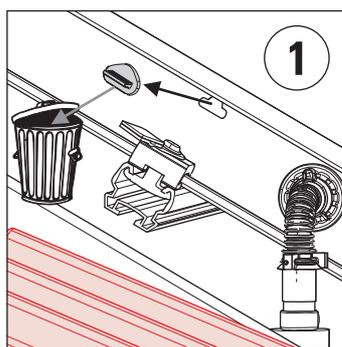

Fig. 3-37 Étape 1 ·
1. Retirer le bouchon du capteur (fig. 3-37).
3. Poser le câble en silicone de la sonde de température du capteur solaire au niveau du passe-toit (avec des tubes coudés anti-goutte) et le fixer à l'aide des serre-câbles sur la conduite de raccordement (fig. 3-37).